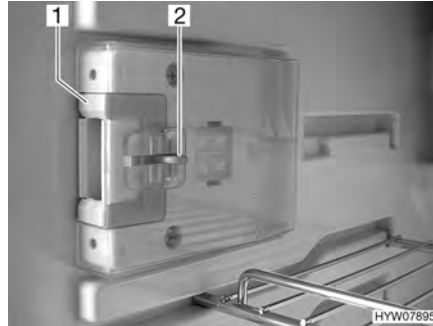
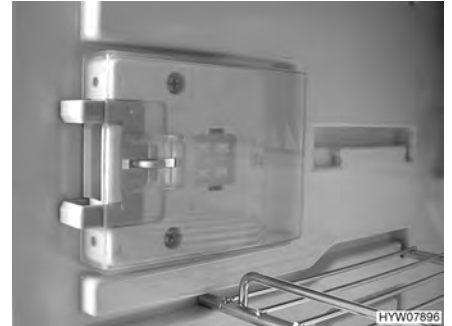

Fig. 148 Dispositivo di chiusura in posizione normale
Fig. 149 Dispositivo di chiusura in posizione di ricircolo d'aria
- Premere il dispositivo di sblocco (Fig. 148,2).
- Spingere il dispositivo di chiusura (Fig. 148,1) in avanti (Fig. 149).